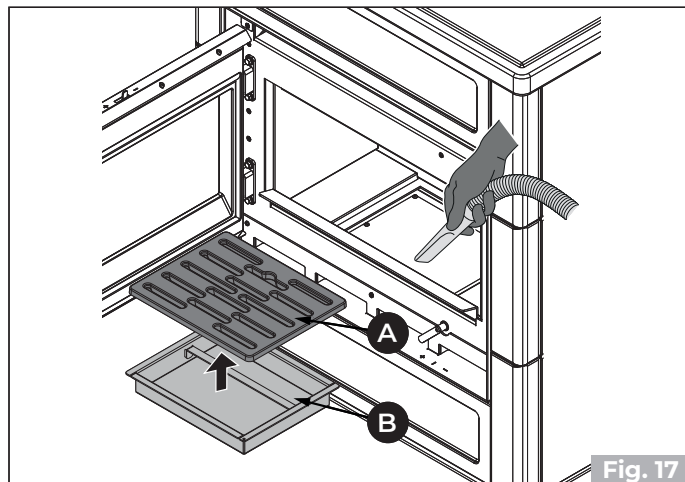

Fig. 17
- 1) Limpiar cuidadosamente la rejilla (**A**) (**Fig. 17**). Retirla y efectuar la limpieza del fogón utilizando una escobilla (no en dotación) llevar los residuos de la combustión al cajón de cenizas.
- 2) Extraer el cajón de cenizas (B) de la base y aspirar la ceniza eventual depositada en los compartimientos subyacentes (Fig. 17).